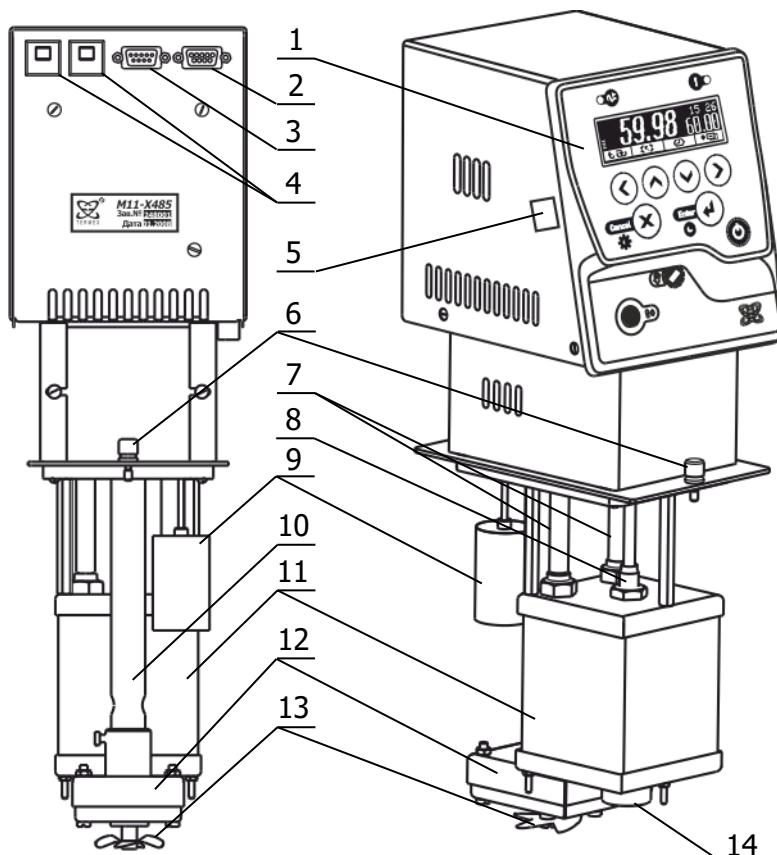

Рисунок 1 — Устройство блоков регулирования М11М
1.4.2 Работа блоков регулирования заключается в поддержании заданной температуры потока теплоносителя, прокачиваемого насосом 12 через резервуар 11 (рисунок 1).